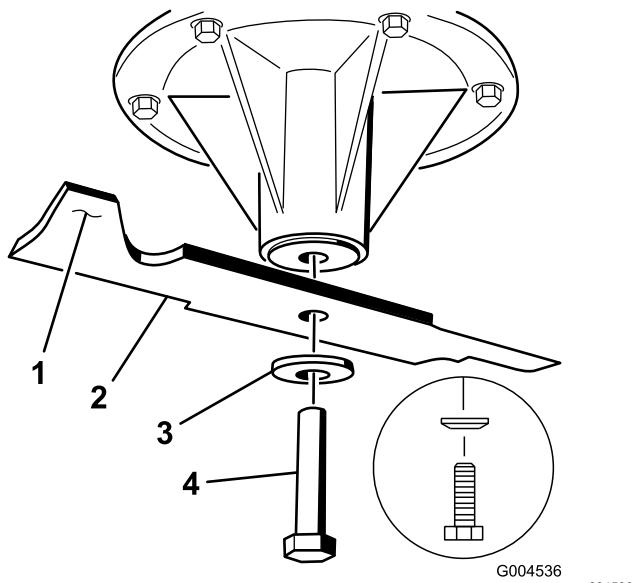

Figura 86
1. Instale la cuchilla en el eje (Figura 86).
2. Instale la arandela de muelle y el perno de la cuchilla (Figura 86).